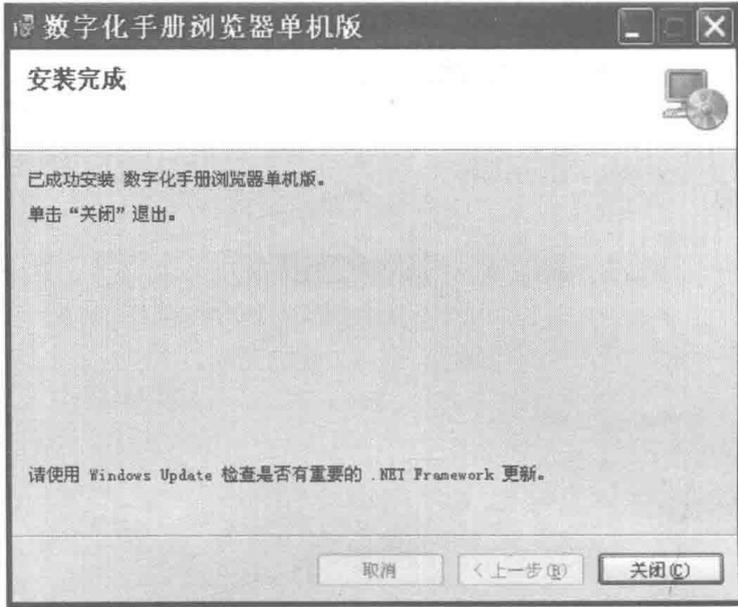

图 1-10 “安装完成”窗口
9) 当安装成功后, 安装向导显示图 1-10 所示的“安装完成”窗口, 提示用户系统已正确安装完成。单击“关闭”按钮, 完成安装。